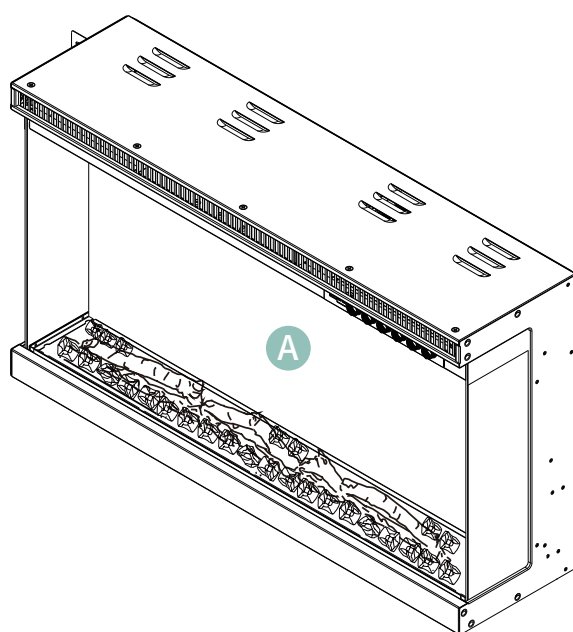

Fig.6
See Fig. 6 for the arrangement of decorative crystals (E) and faux firewood (F).
Siehe Abb. 6 für die Anordnung der dekorativen Kristalle (E) und des künstlichen Holzes (F).
Voir Fig. 6 pour l'arrangement des cristaux décoratifs (E) et du faux bois (F).
Vedi Fig. 6 per la disposizione dei cristalli decorativi (E) e della legna finta (F).
Consulte la Fig. 6 para la disposición de los cristales decorativos (E) y la leña artificial (F).